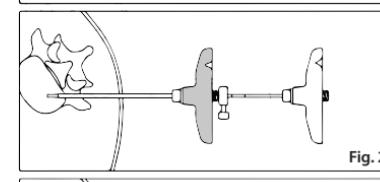

Fig. 2
FIG. 2 Insira o Preenchimento (A) na Cânula de Corte posicionada (Introdutor Transpedicular Preston) até que o medidor de profundidade no Preenchimento (A) fique em contato com a extremidade luer do Preenchimento (A) e encha com cimento.